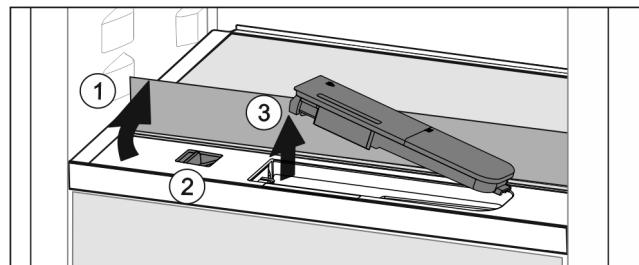

Fig. 104
- Поднять стеклянную панель и откинуть до упора назад Fig. 104 (1).
- Сдвиньте ползунок Fig. 104 (2) влево.
- Вынуть бак для воды Fig. 104 (3).